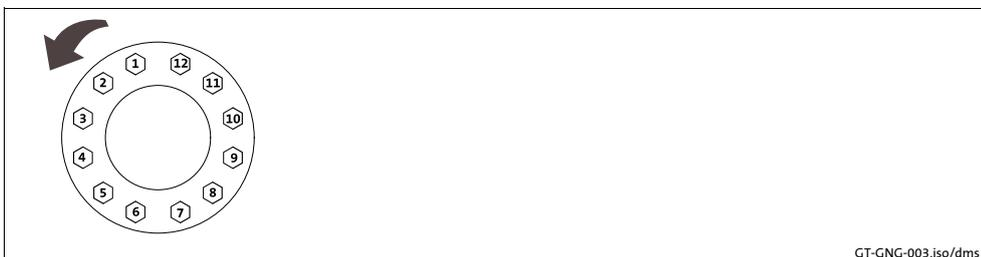

Abb. 8 Erklärung: "der Reihe nach"
4. Spanschrauben (2) der Reihe nach leicht lösen, **nicht** herausdrehen!
7. Spanschrauben (2) der Reihe nach (siehe Abb. 8) in mehreren Umläufen, mit steigendem Drehmoment, gleichmäßig solange anziehen, bis alle Schrauben das angegebene Schraubenanzugsmoment (siehe Tab. 7) erreicht haben.